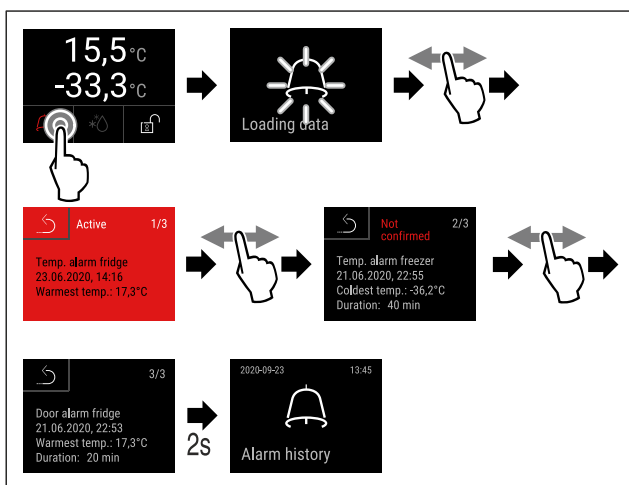

Fig. 182 L'esempio mostra un allarme attivo, un allarme non confermato e un allarme confermato.
► Eseguire i passi (vedere Fig. 182) .